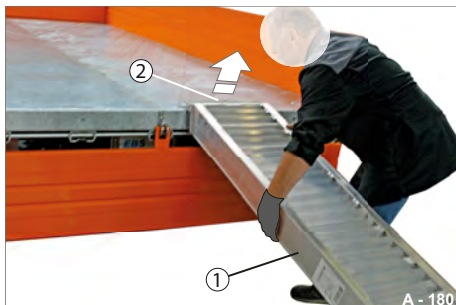

Abb. 191 Auffahrbohlen absetzen
- ▶ Heben Sie die Auffahrbohle (Abb. 191/1) an der Ladeflächenkante hoch, so dass der Sicherungsbolzen (Abb. 191/2) aus der Lochung herauskommt.